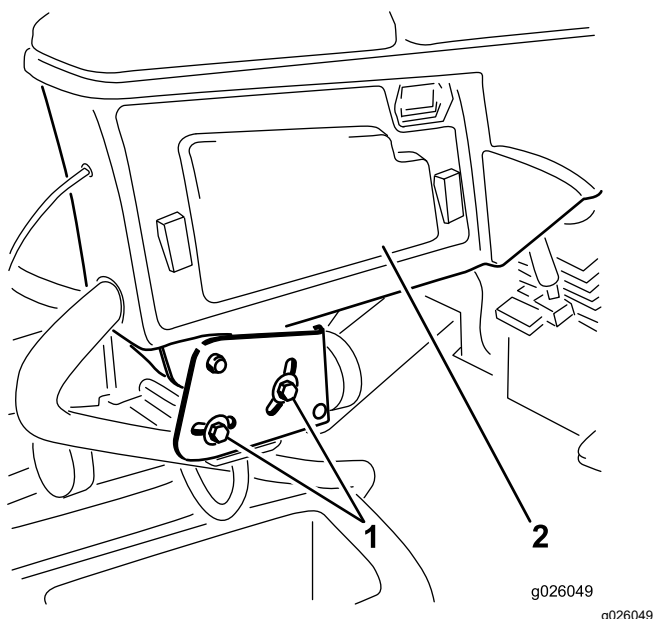

Figura 1
4. Rimuovete i 2 bulloni di regolazione che fissano il braccio di comando al supporto del sedile (Figura 1). Mettete da parte il braccio di comando facendo attenzione.
5. Montate il braccio di comando con i 2 bulloni di regolazione del braccio di comando precedentemente rimossi (Figura 1). Eseguite le eventuali regolazioni.
6. Installate il pannello di accesso nel braccio di comando (Figura 1).